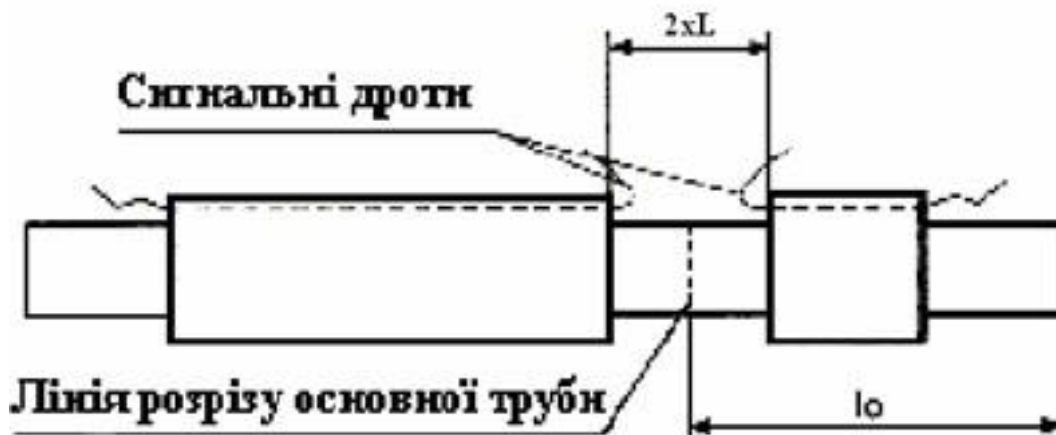

Рис. 12 Розрізання попередньоізолюваної труби
- розрізати сталеву трубу (рис. 12) і підготувати торці до зварювання.